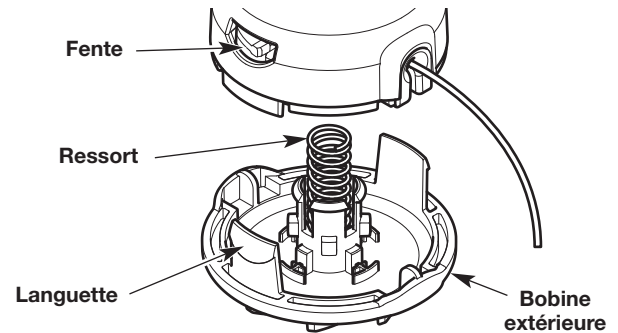

Fig. 24
3. Installez le ressort sur la bobine extérieure (Fig. 24).
6. Alignez les pattes de la bobine externe avec les fentes du couvercle de la bobine (Fig. 24).